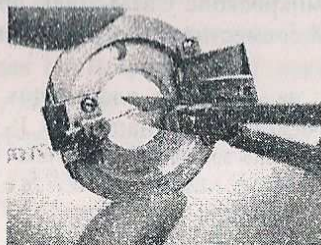

Рис.2. Обновление СТМ-зонда на СТМ-столике
- «обновите» зонд путём обрезания (рис.2) небольшого кончика зонда миниатюрными прецизионными ножницами, прилагающимися в комплект микроскопа;